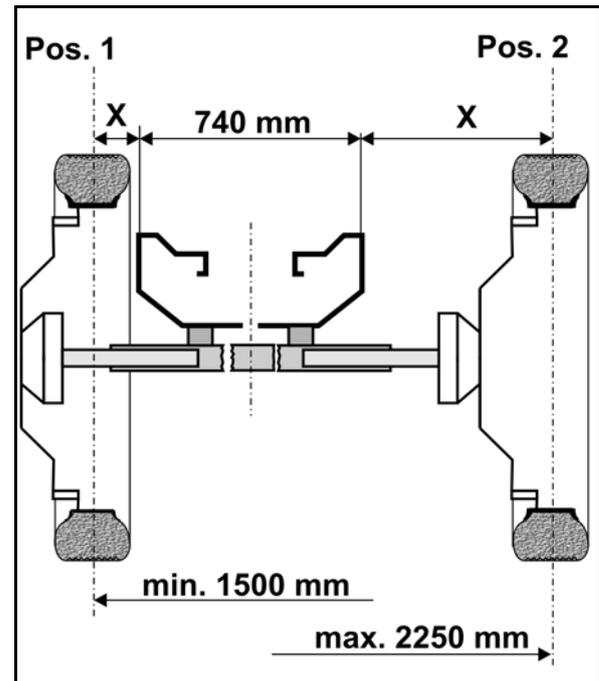

Fig. 134
4. Aflojar los tornillos de apriete (Fig. 134/1,2).
6. Para posicionar el eje, apretar primero los tornillos (Fig. 134/1) con un par de apriete de 210 Nm.
7. A continuación, apretar los tornillos (Fig. 134/2) con un par de apriete de 750 Nm.